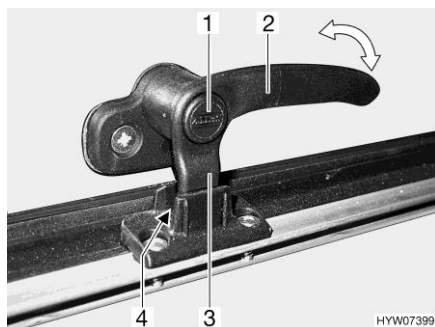
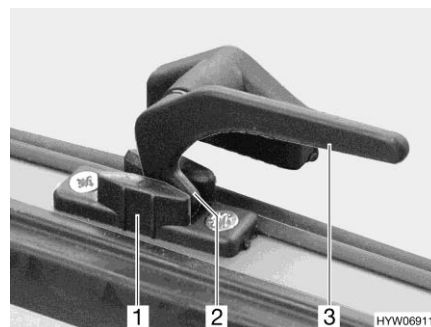

Fig. 97 Leva di serraggio con bottone di sicurezza in posizione "Aerazione continua"
Fig. 98 Leva di serraggio in posizione "Aerazione continua"
- In posizione di "Aerazione continua" (Fig. 97 e Fig. 98)
- Se presente, premere e tenere premuto il bottone di sicurezza (Fig. 97,1).
- Ruotare la leva di serraggio (Fig. 97,2 o Fig. 98,3) di un quarto di giro verso il centro della finestra.
- Girare nuovamente all'indietro la leva di serraggio. Riportare contemporaneamente il nasello di chiusura (Fig. 97,3 o Fig. 98,2) della leva di serraggio nella rientranza della chiusura della finestra (Fig. 97,4 o Fig. 98,1).
- Se presente, rilasciare il bottone di sicurezza (Fig. 97,1).